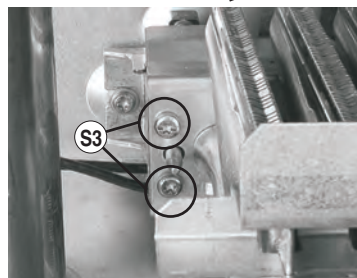

Рис. 25
- Открутите с каждой стороны горелки 2 защитных винта (S3) – см. рис. 25.